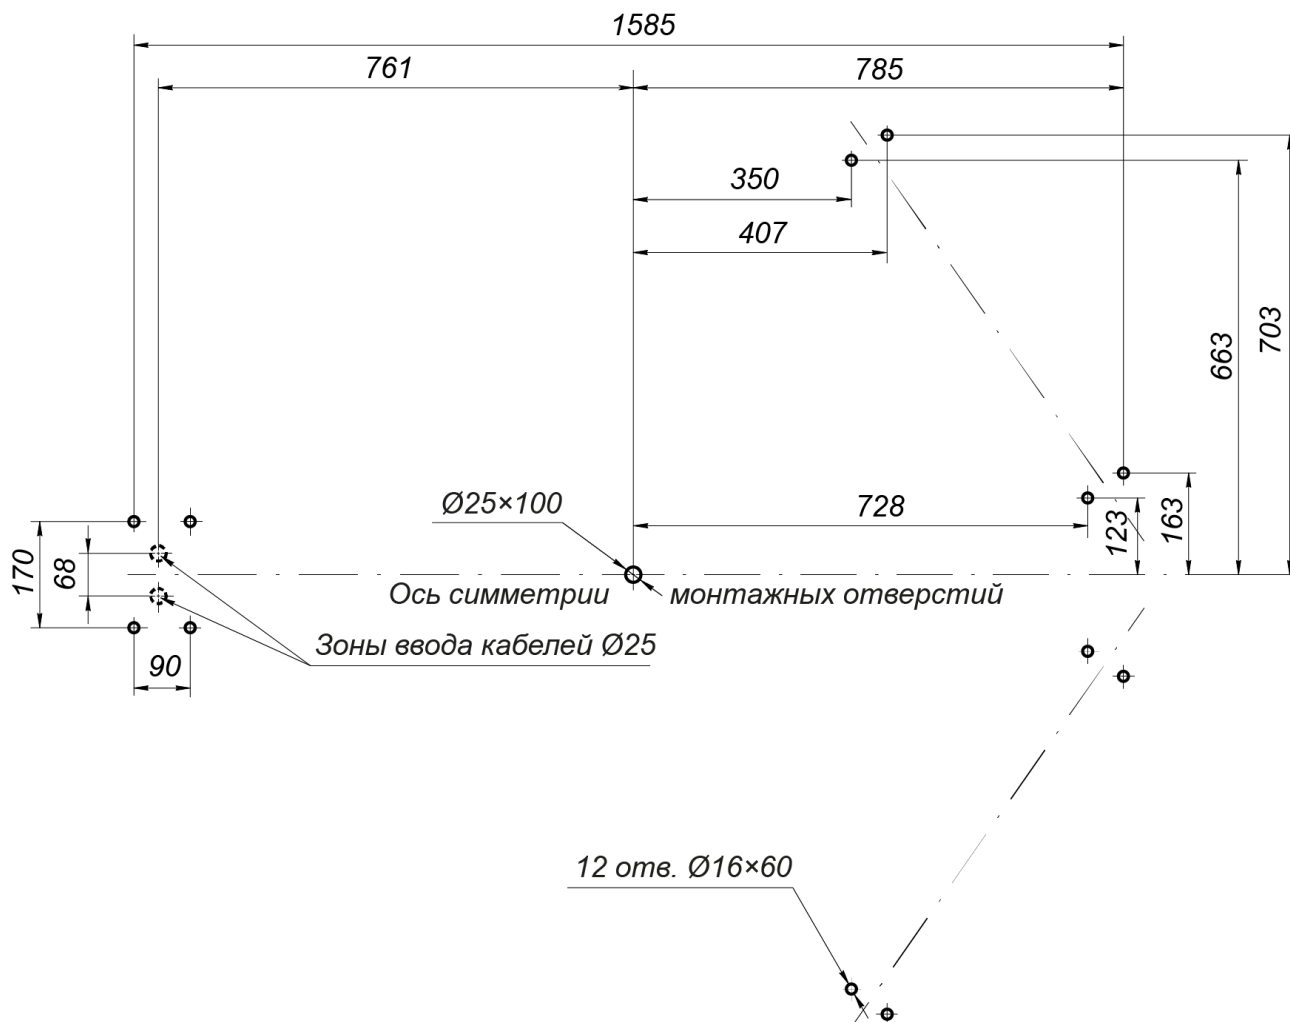
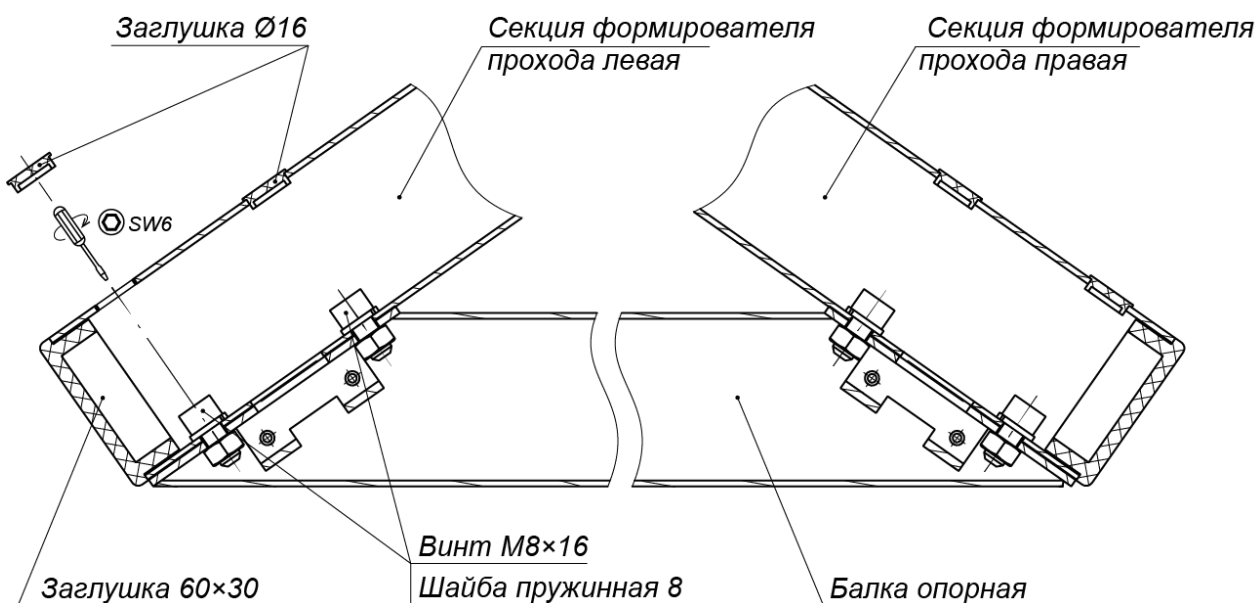

Рисунок 12. Схема разметки для монтажа турникета
Рисунок 13. Крепление балки опорной (7) к секциям (6) формователя прохода
3. Выполните на установочной поверхности разметку отверстий для монтажа турникета. Используйте шаблон из комплекта поставки, но затем обязательно проверьте истинность расстояний в соответствии с рис. 12.
- Установите секции (6) формователя прохода на установочную поверхность, ориентируя отверстия в опорных фланцах по расположению анкеров. При этом левая и правая секции должны быть правильно выставлены и сориентированы: блоки индикации формователей должны быть развернуты от оси симметрии (см. рис. 12) и учтено расположение на секциях мест крепления опорной балки (см. рис. 13).
9. Установите балку опорную (7) на секции (6) формователя прохода:
- Закрепите балку опорную на секциях формователя прохода четырьмя болтами M8×16 (ключ SW6) из комплекта сборочно-монтажных принадлежностей (ящик №5). При уличном монтаже стыки опорной балки с секциями формователя прохода рекомендуется герметизировать, используя атмосферостойкий силиконовый герметик по инструкции производителя (см. рис. 13).
10. Распакуйте стойку с преграждающими планками (5) (ящик №5).
11. Установите стойку с преграждающими планками (5) (работайте вдвоем!):
- Для варианта прокладки кабелей питания и управления через кабельные каналы в установочной поверхности снизу: положите стойку с преграждающими планками (5) на установочную поверхность таким образом, чтобы опорный фланец находился рядом с зоной отверстия А. Затем, используя монтажную проволоку, протяните кабели через нижнее отверстие в преграждающей стойке со стороны фланца вверх по стойке до ее верхнего отверстия. Выпуск кабелей на выходе из верхнего отверстия должен составлять 0,8 - 1,0 м. Временно зафиксируйте концы кабелей на верхней планке преграждающей стойки (к примеру, с помощью липкой ленты).
- Установите стойку с преграждающими планками на отверстия с анкерами в установочной поверхности по оси симметрии, при этом фланец должен встать на зону А, а место нижнего узла вращения (3) – на отверстие с анкером М16 (см. рис. 12).
- Проверьте вертикальность положения ротора с помощью уровня. При необходимости устраните отклонение от вертикальности путем смещения балки привода (8) в пределах допуска монтажных отверстий под шпильки и болты. Окончательно затяните болты и гайки крепления балки привода.
17. Окончательно затяните анкерные болты крепления к установочной поверхности опорных фланцев стойки с преграждающими планками (5) и фланцев секций (6) формователя прохода. При возникновении перекосов в силовых элементах конструкции турникета допускается использовать монтажные прокладки.
19. Закройте пластиковыми заглушками Ø16 отверстия для болтов соединения секций ротора (2) и отверстия крепления балки опорной (7) к секциям (6) формователя прохода (см. рис. 13 и 20).